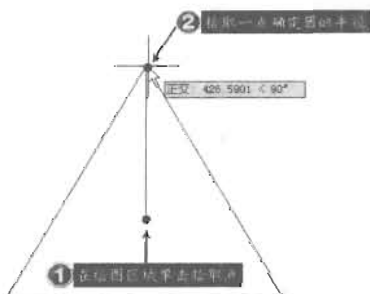

图 2-64
(3) 根据命令提示输入多边形的边数 3 并回车, 然后在绘图区域的适当位置拾取一点作为三角形的中心点, 接着在命令提示后输入选项 I, 然后鼠标左键拾取点以确定圆的半径 (如图 2-64 所示), 命令执行过程如下。